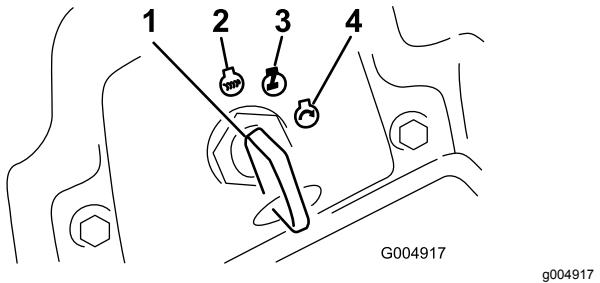

図 17
- キーを RUN 位置に回す図 17。
- キーを OFF 位置に回す図 17。すべての部分が完全に停止してから運転席を立つ。